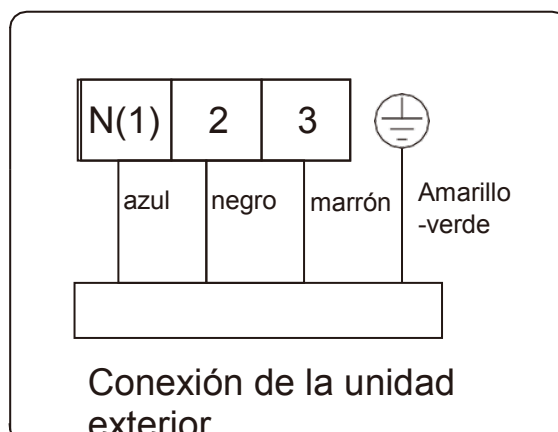

Fig. 29
①	Apriete con tornillos el cable de alimentación respectivamente en las regletas de terminales. Una conexión defectuosa puede provocar un incendio.
②	Si la fuente de alimentación está mal conectada, el climatizador se puede dañar.
②	Conecte correctamente el cable de conexión de la unidad interior según las marcas correspondientes, como se muestra en la Fig. 29.
④	Conecte a tierra las unidades interior y exterior conectando un cable a tierra.
⑤	La unidad debe estar conectada a tierra de acuerdo con los códigos locales y nacionales aplicables.